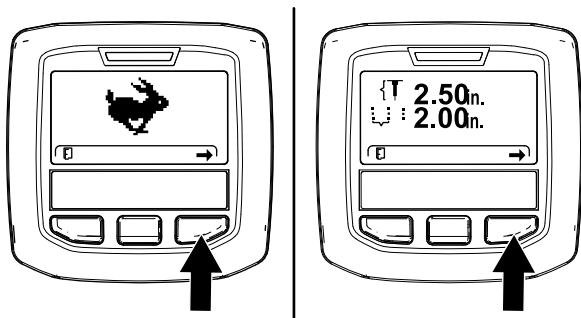
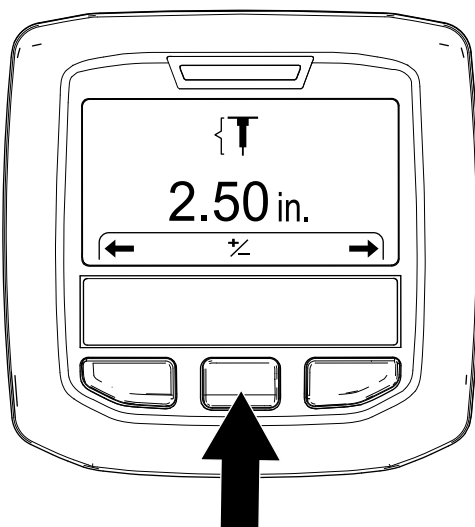

図 51
図 52
3. インフォセンターの右ボタンを押して「穴の深さ設定」 Setting the Hole Depth画面を出す 図 51 と図 52。